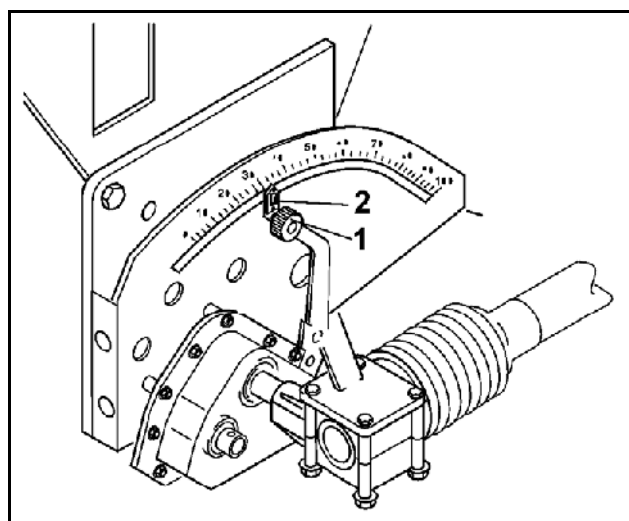

Fig. 82
- Sbloccare il pulsante di arresto (Fig. 82/1) della leva del riduttore.
- Spingere l'indicatore della leva del riduttore (Fig. 82/2) su una delle seguenti posizioni del riduttore:
- Fissare il pulsante di arresto (Fig. 82/1).